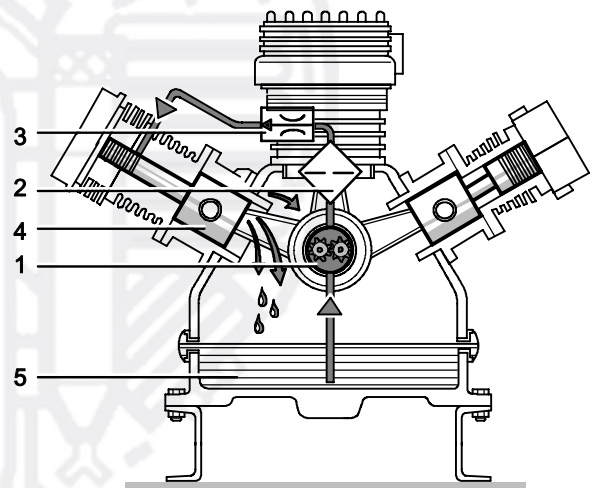

Рис. 32 Система смазки под давлением
Компрессор оснащен системой смазки под давлением (Рис. 32). Давление масла создается медленно работающим шестеренным насосом (1). Оно составляет ок. 5 бар.
Привод масляного насоса (1, Рис. 32) осуществляется коленчатым валом. Масляный насос (1) перекачивает масло из отстойника (5) корпуса коленчатого вала через фильтр тонкой очистки (2) и регулирующий клапан минимального давления (3) к цилиндру 3-й ступени (4). Здесь масло распределяется направляющим поршнем и смазывает все подвижные детали компрессора. Регулирующий клапан делает возможной индикацию давления масла на манометре, а также контроль электронным управлением компрессора.